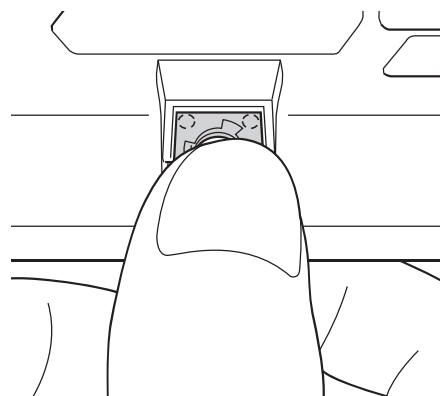
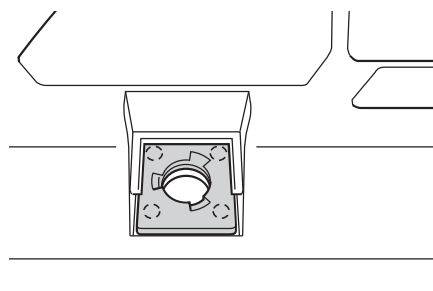

図 82 親指の腹で押す
図 83 装着状態
2. 親指の腹で板ナットを押し、はめ込む。（図 82、図 83 参照）